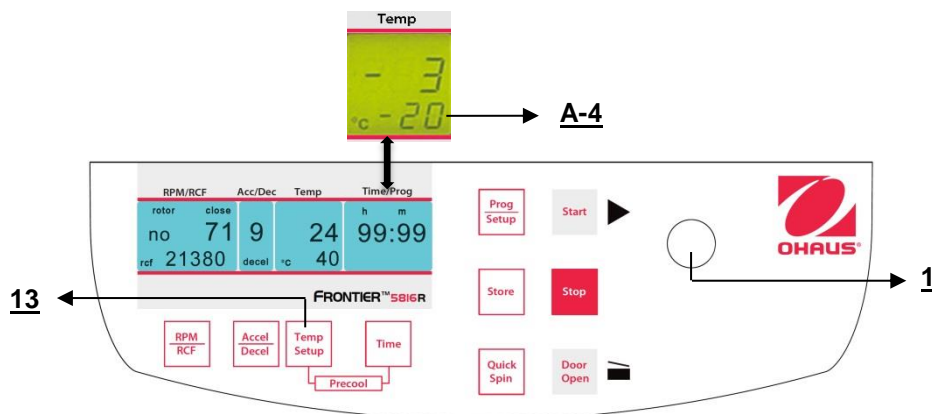

Figura 19
Questa funzione è attivata dal tasto **"Temp/Setup"** (13). Dopo aver premuto questo tasto, nel display **"Time/Prog"** lampeggia l'indicazione **"°C"** (A-4). Mediante la manopola di regolazione (1) è possibile preselezionare la temperatura di test in passi da 1°C in una gamma da -20°C fino a +40°C. Questo valore è indicato in modo permanente nel display (figura 19), prima durante e dopo il funzionamento. Si prega di notare le rispettive temperature più basse dei rotori alla velocità max.!